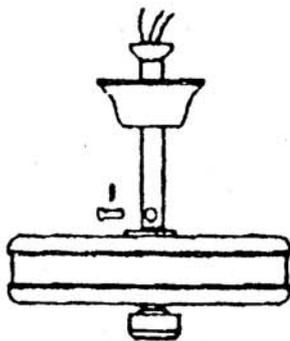

FIG. 2
4. Colocar el barral en el lugar correspondiente del motor, y unir ambos mediante el eje y la chaveta provistos, teniendo cuidado en no dañar los cables. (Ver FIG.2)